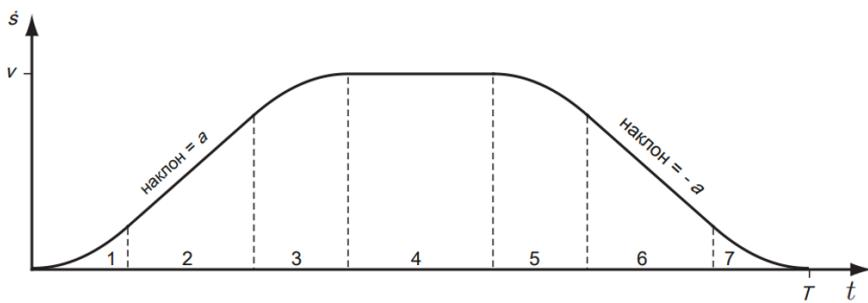

Рисунок 9. Иллюстрация плавного изменения скорости движения робота.
1.1 Охарактеризовать 7 этапов масштабирования (изменения) скорости. Подобрать функцию, для построения графика соответствующего вида (рис. 9). (попробовать полиномы 5-й степени)